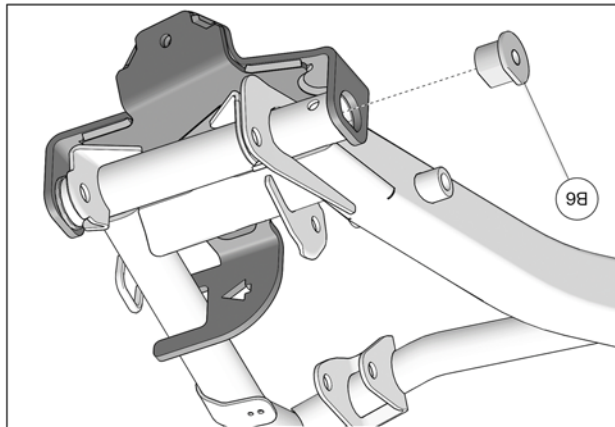

Fig. 7
8. Insérer la T-bague fileté (B6) à travers l'ancrage et dans le bras de suspension. Voir la Fig. 7